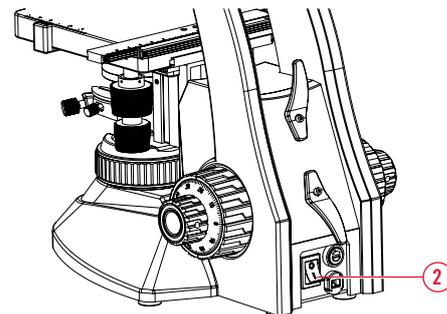

Abb. 2
- Schalten Sie das Gerät auf der Rückseite des Mikroskops ein (Abb. 2).